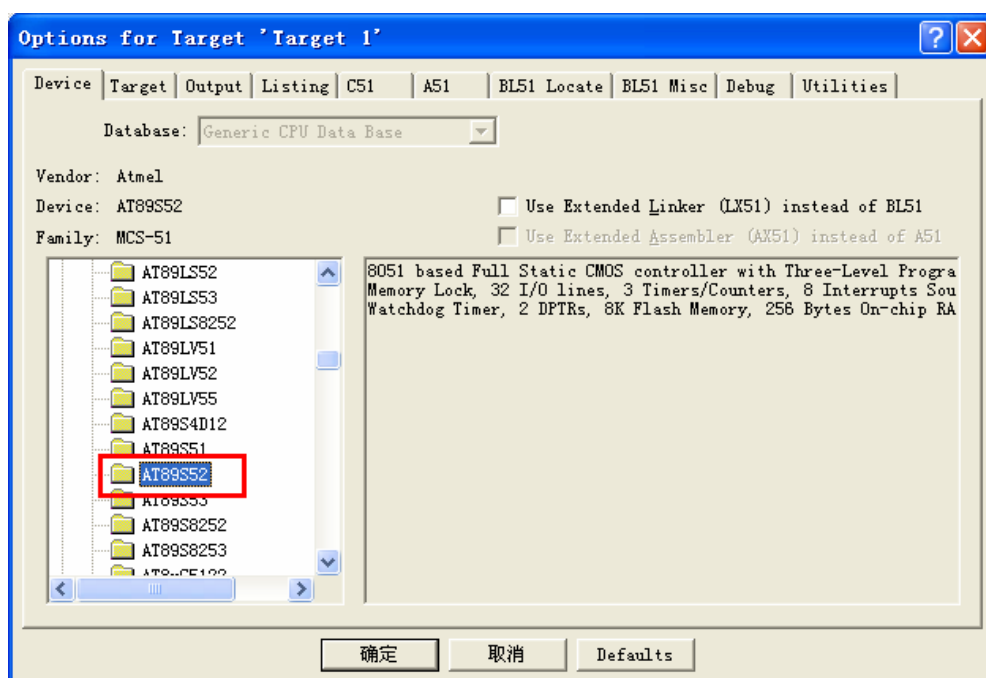

图 2-10 新建工程操作（3）选择单片机芯片型号
3. 接下来的窗口是让我们选择公司跟芯片的型号，因为我们用的芯片是 Atmel 公司的 AT89S52，有 8K Flash。按如下选择即可如图 2-10。